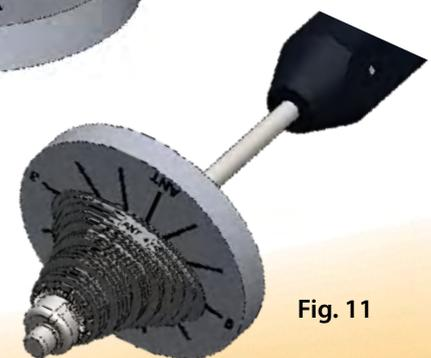

Fig. 11
- Ambas partes tienen que combinarse con el tornillo cautivo en la raspa (Fig. 11).